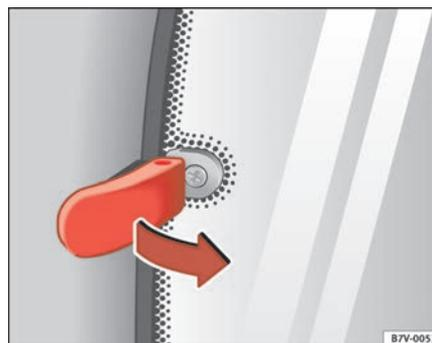

Fig. 65 Levetta di sbloccaggio del deflettore ad apertura meccanica
- Tirare in avanti la levetta di sbloccaggio ⇒ fig. 65 nella direzione indicata dalla freccia, tenendola nello stesso tempo premuta verso l'esterno. La levetta deve fissarsi con uno scatto di innesto.